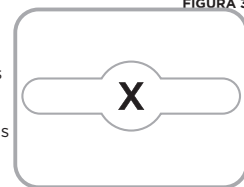

FIGURA 3
11. El accesorio de luz LED cuenta con un adaptador de corriente en línea/controlador de LED. Para instalar el adaptador de corriente, coloque el adaptador en el lugar indicado y marque el área circular de las presillas de instalación como se muestra en la **Figura 3**.